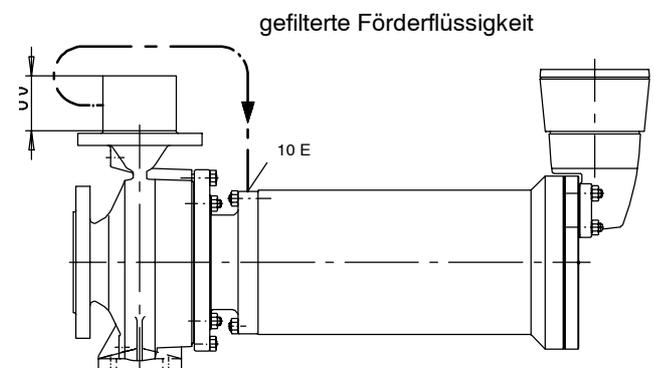
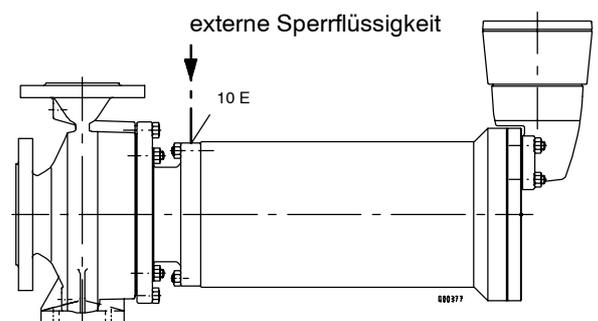

Bild 2 Sperrung mit Förderflüssigkeit über Filter
Bild 3 Sperrung mit externer Flüssigkeit
- **Hauptstromfilter** (siehe Bild 2)
Wenn die Förderflüssigkeit Feststoffe enthält, kann am Anschluss 10 E über ein selbstreinigendes Hauptstromfilter Förderflüssigkeit (Bild 2) oder externe Sperrflüssigkeit (Bild 3) eingespeist werden. Damit werden Verunreinigungen vom Rotorraum ferngehalten. Das Pumpenmaß h_2 erhöht sich bei der Verwendung des KSB-Filters um 60 mm. Bei Einspeisung von externer Sperrflüssigkeit muss dieses mit der Förderflüssigkeit verträglich sein. **PTC-Anschluss, d.h. Überwachung der Temperatur in der Statorwicklung, ist in beiden Fällen vorzusehen**, um bei unzureichendem Kühlstrom einen Motorschaden zu vermeiden.